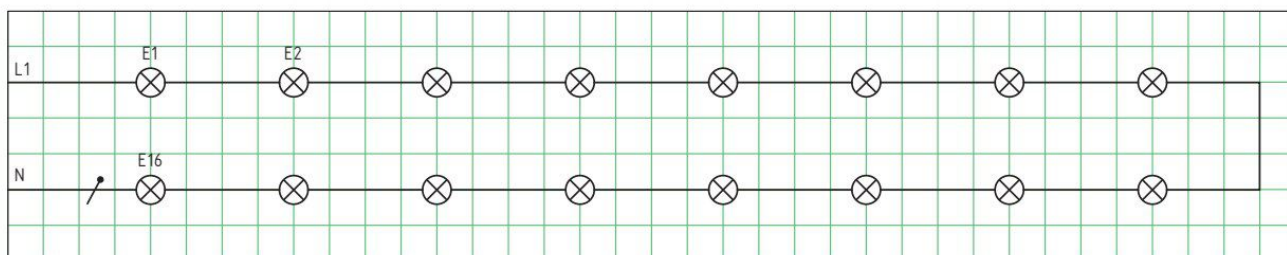

Bild 1: Lichterkette
2. Tragen Sie in die Schaltung (**Bild 1**) der Lichterkette **a)** die fehlenden Betriebsmittelbezeichnungen und **b)** die elektrischen Größen Gesamtspannung, Lampenspannung an E12, Gesamtstrom und den Lampenstrom durch E9 ein.